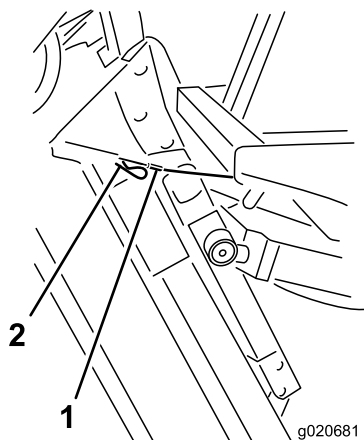

Figura 75
6. Sujetando la unidad de corte en posición vertical, coloque el extremo del cable sobre el pasador del brazo de elevación de la unidad de corte y fíjelo con el pasador de horquilla (Figura 75).